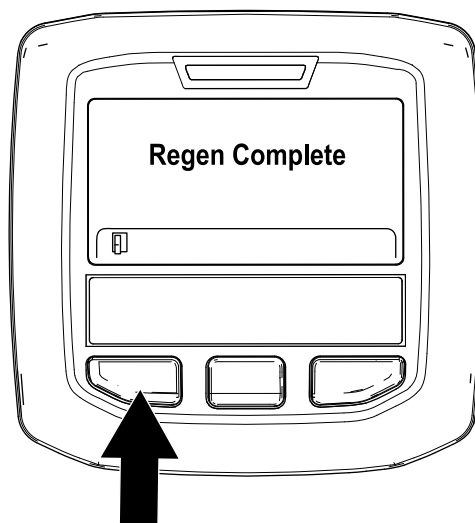

Figura 54
- La rigenerazione parcheggiata è completa quando nell'InfoCenter appare il messaggio "Rigen. completa". Premete il pulsante sinistro per uscire e tornare alla schermata Home (Figura 54).